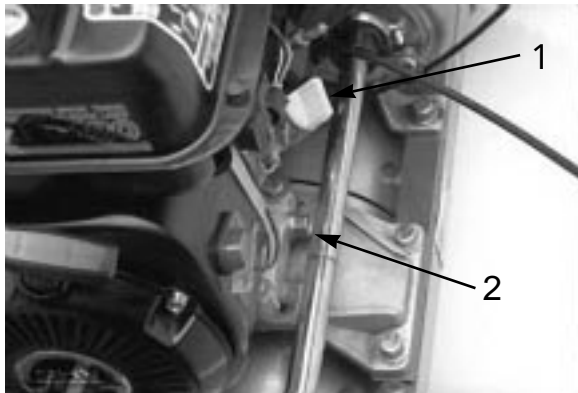

図 29
2. ゲージ周囲をきれいに拭く（図29）。
2. ドレン・プラグの下に廃油受けを置く（図29）。